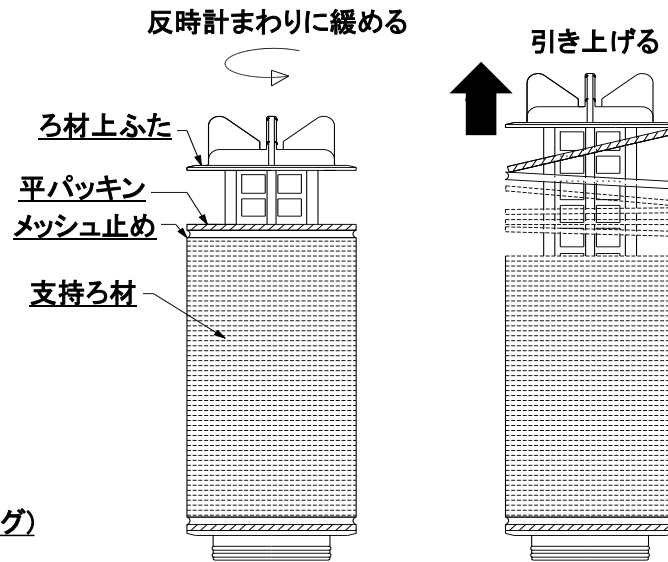

図6. ディスク取り外し方法
- 6) 支持ろ材の『ろ材上ふた』を緩めると、ディスクフィルターが広がります。(図6)『ろ材上ふた』を緩めてもディスクはバラバラになりません。